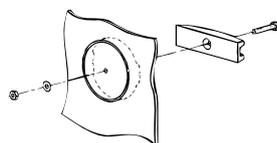

Fig. 2 Fjern røyklokk
4. Løft, ikke tipp, peisovnen til oppreist stilling. Ildstedets plassering avgjør hvilket røyklokk som skal fjernes. Benytt vedlagte spesialverktøy. Se fig. 2: